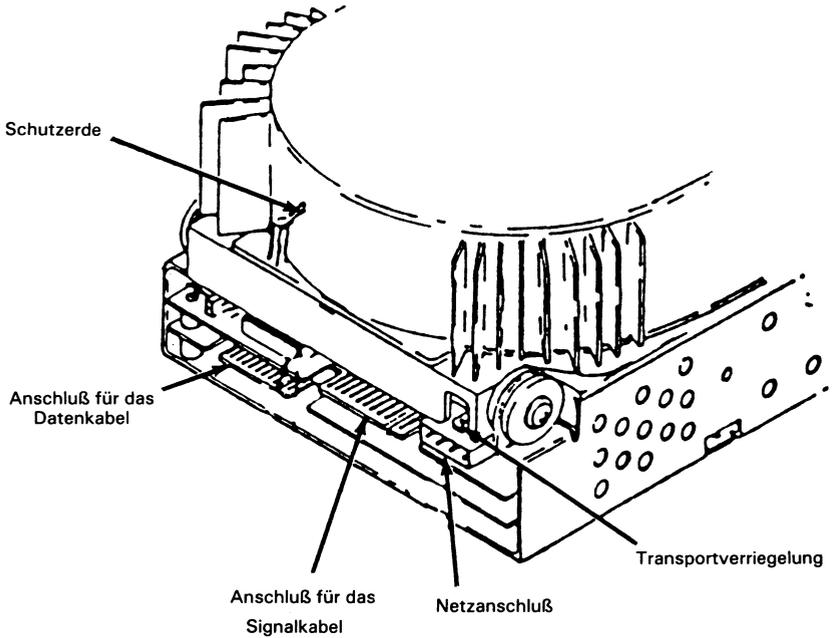

Abbildung 2
6. Schließen Sie das Signalkabel und das Datenkabel an das Plattenlaufwerk an, wie es in Abbildung 2 gezeigt ist.
7. Schließen Sie das Netzkabel und die Schutz Erde an das Plattenlaufwerk an, wie es in Abbildung 2 gezeigt ist.